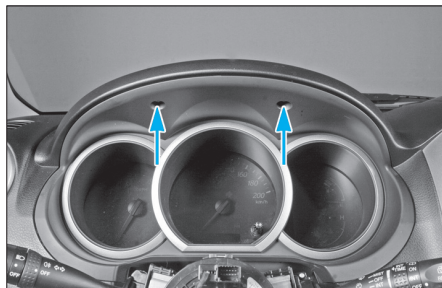

FIG. 26
- Déposer les vis de fixation (tête cruciforme) de la visière (Fig.26).